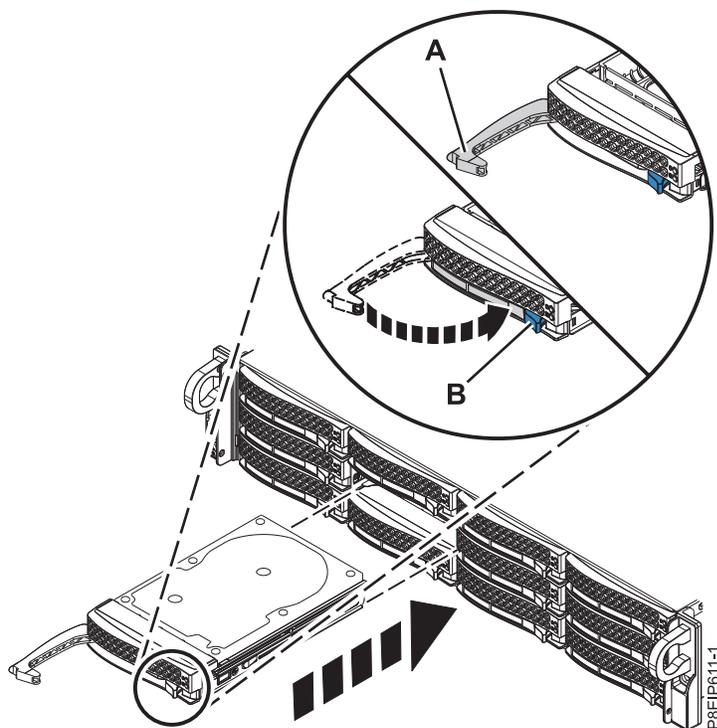

Figura 100. Detalle de bloqueo de la unidad de disco
3. Bloquee el asa de la bahía de unidad (A) presionando el pestillo de liberación del asa hasta que encaje en (B) como se muestra en la Figura 100 en la página 99.